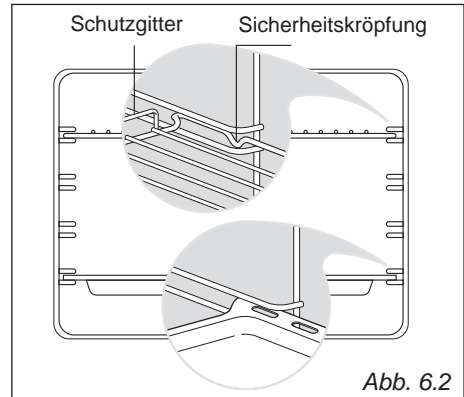

Abb. 6.2
- Führen Sie die Fettpfanne und den Grillrost zwischen die Schienen der Seitenhalterungen ein, wie in Abb. 6.2 dargestellt. Den Rost so montieren, dass die Sicherheitsperre, die unabsichtliches Herausziehen verhindert, ins Innere des Ofens zeigt. Das Schutzgitter soll auf der Rückseite angebracht sein.